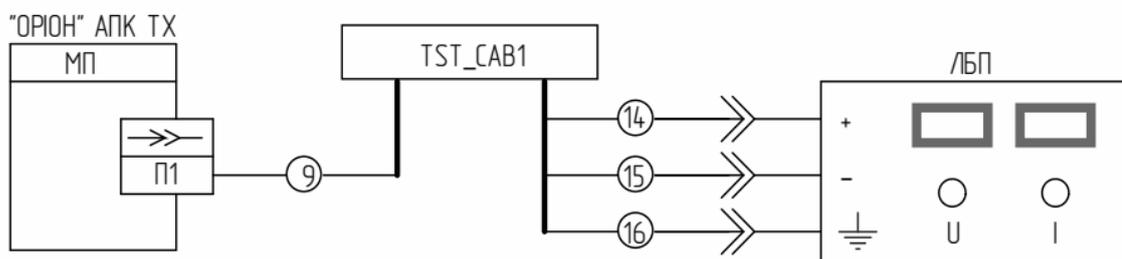

Рисунок 8.8.1 – Подключение ПРД к ЛБП
- 2) Подключить «ОРИОН» АПК ТХ к ЛБП с помощью тестового кабеля «TST\_CAB1» (см. рисунок 8.8.1);